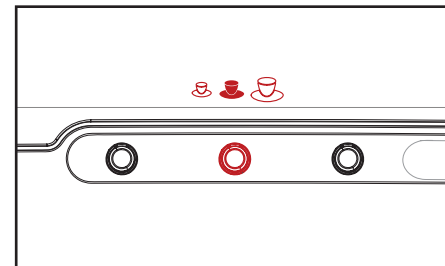

Fig. 4.5 - Forvalg af størrelse
2. Tryk på forvalgsknappen STØRRELSE for at aktivere dette forvalg. Et kopikon (lille - mellem - stor) vises (fig. 4.5).